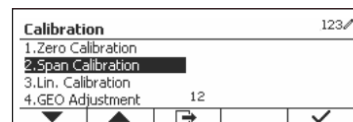

Figure 9
2. Appuyez sur le bouton multifonction correspondant à l'icône ✓ pour accéder au sous-menu d'étalonnage. (Voir Figure 9)